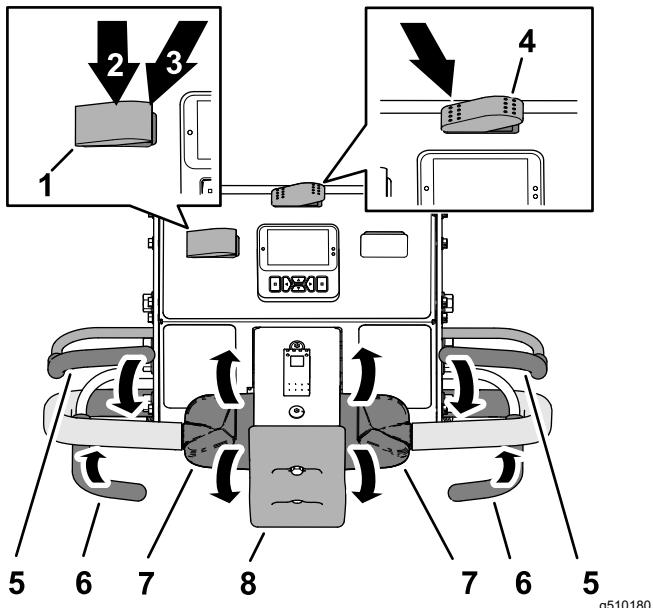

図 75
1. 移動走行・エアレーション切り替えスイッチをエアレーション位置にする図 75。